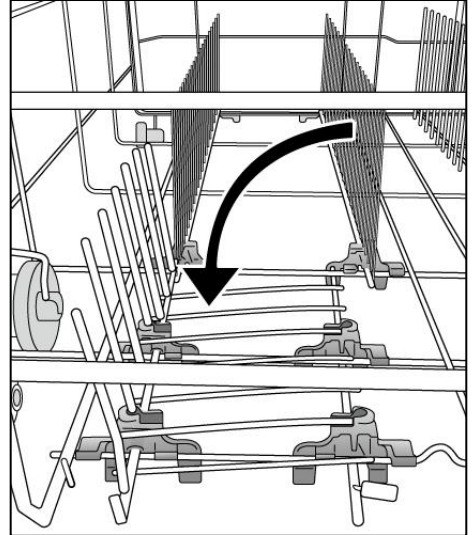

Abb.6
- Das Schlauchende in dem festen Ablauf befestigen. Der Schlauch darf nicht geknickt werden, damit der Wasserablauf nicht verhindert wird (Abb. 6).
- Es wird empfohlen, einen Siphon zu verwenden (Abb. 6 X). Falls erforderlich kann der Ablaufschlauch bis zu 2,5 m verlängert werden, wobei die Höhe vom Boden mindestens 85 cm betragen muß. Der entsprechende Verlängerungsschlauch ist als Originalzubehör über den Kundendienst erhältlich.
- Das gebogene Schlauchende kann auch am Spülbeckenrand eingehängt werden. Achten Sie darauf, dass der Schlauch nicht im Wasser getaucht wird, um einen Rücklauf des Wassers beim Spülen zu verhindern (Abb. 6 Y).
- Soll das Gerät untergebaut werden, muss der Krümmer des Ablaufschlauches direkt unter der Arbeitsplatte an der höchstmögliche Stelle angebracht werden (Abb. 6 Z).
Senken Sie die vorderen klappbaren Gestelle wie in Abb. 6 gezeigt, um den Besteckkorb richtig zu positionieren und so die maximale Stabilität sicherzustellen.